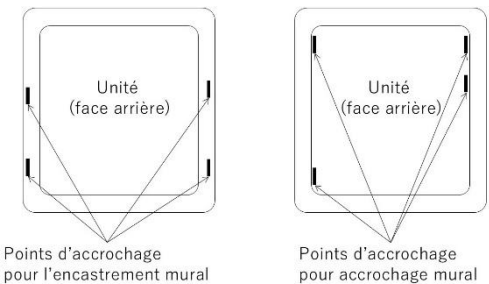

Fig. 3.4.5
- Vérifiez la position d'encastrement du crochet (trou) à l'arrière de l'unité (Fig. 3.4.5). Veuillez noter que la position d'encastrement du crochet n'est pas la même selon que vous encastrez ou suspendez l'unité.